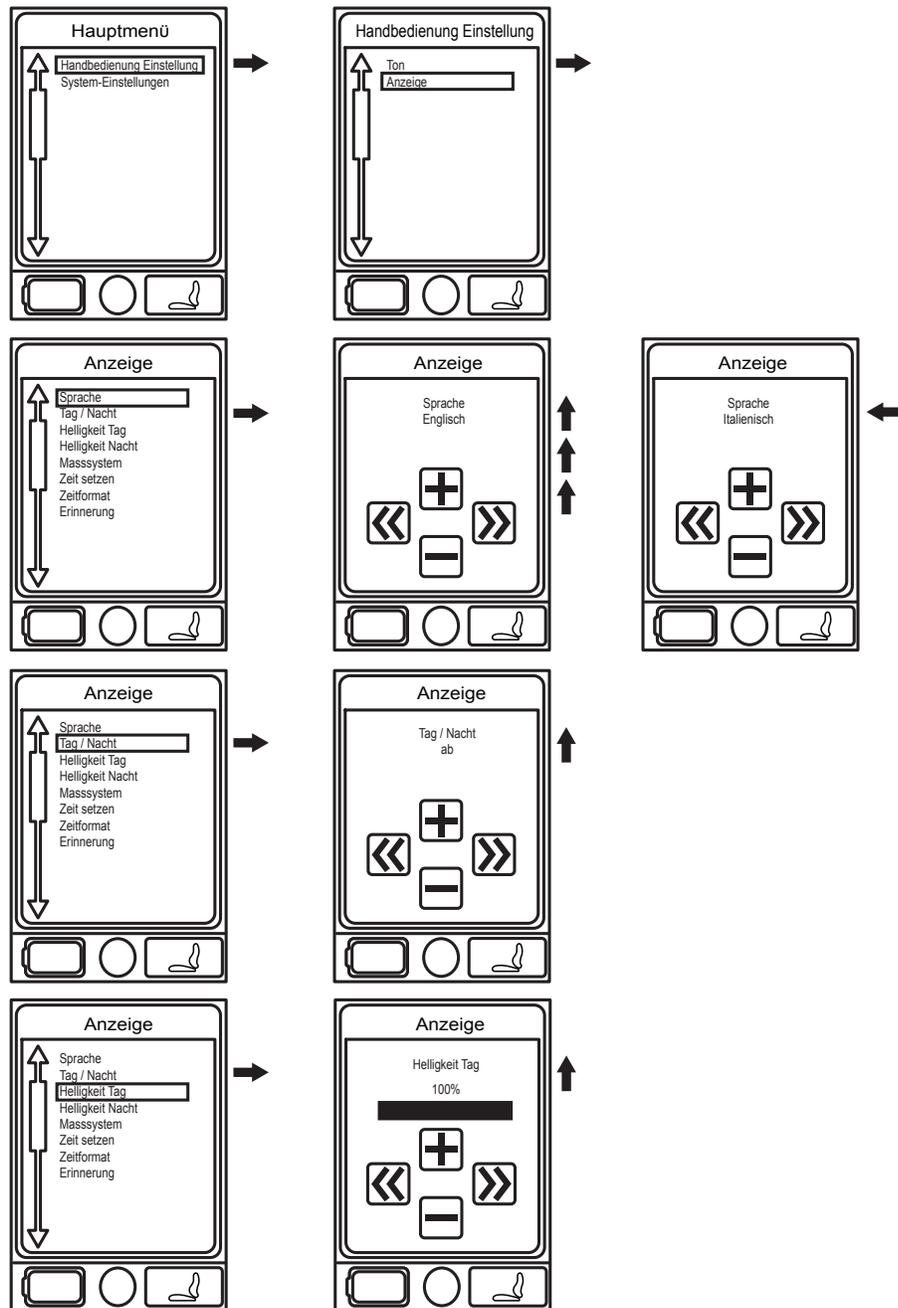

Abb. 5A. Hauptmenübildschirm
2. Drücken Sie die Menütaste, um das Hauptmenü aufzurufen. **Siehe Abb. 5A.**
3. Markieren Sie mit dem Joystick die Option "Handsteuerungseinstellungen" und drücken Sie dann den Joystick nach rechts, um diese Funktion auszuwählen. **Siehe Abb. 5A.**
6. Drücken Sie den Joystick nach oben, bis die gewünschte Sprache angezeigt wird. **Siehe Abb. 5A.**